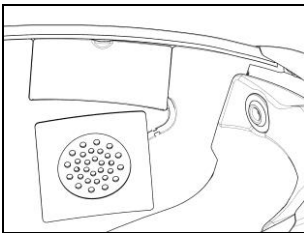

Fig. 10
- Colocar el altavoz izquierdo en su lugar, deslizando el cable en la ranura correspondiente. En caso necesario, fijar el auricular utilizando el adhesivo suministrado (Fig. 10).